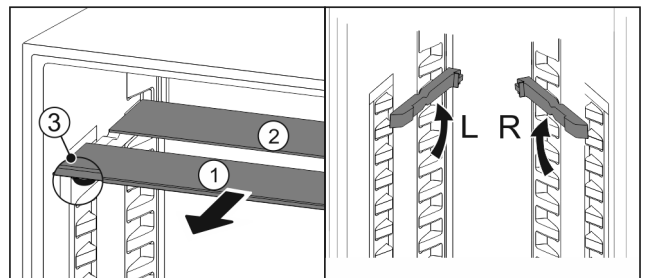

Fig. 102
- ▶ Glasplatten einzeln nach vorne herausziehen Fig. 102 (1).
- ▷ Glasplatte Fig. 102 (1) mit Zierleiste liegt vorne.
- ▷ Stopps Fig. 102 (3) zeigen nach unten. Geräte mit Gefrierfach:\*